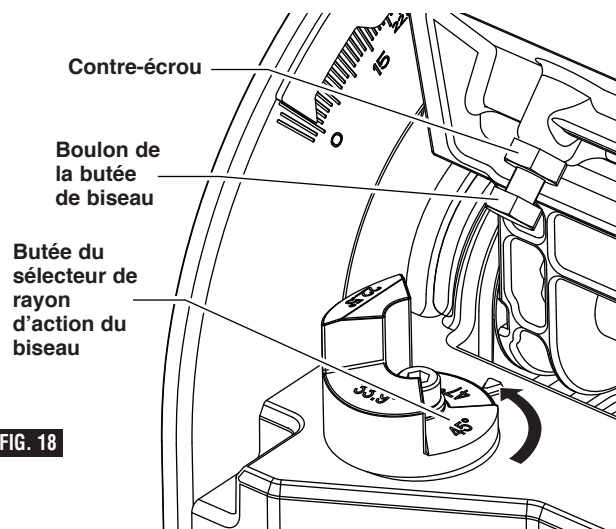

FIG. 18
6. Vérifiez le rayon d'action de la butée du sélecteur de rayon d'action du biseau. Il devrait être réglé sur 45° (figure 18).
6. Localisez le boulon de la butée de biseau le long du côté gauche de la tige de biseau. Ce boulon est muni d'un contre-écrou (figure 18).